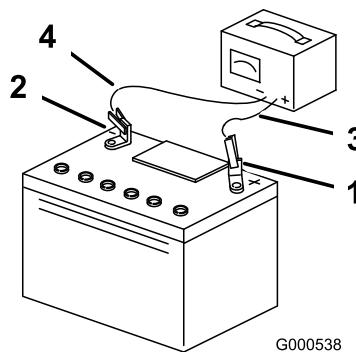

Bild 48
3. Ziehen Sie den Stecker des Ladegeräts aus der Steckdose, wenn die Batterie ganz aufgeladen ist. Klemmen Sie dann die Klemmen des Ladegeräts von den Batteriepolen ab (**Bild 48**).